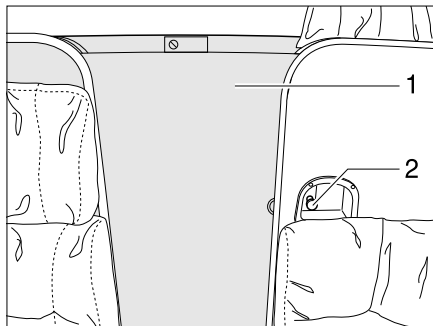
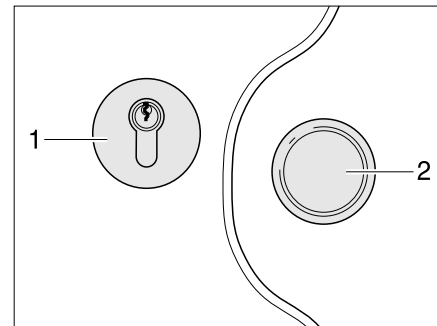

Bild 46 Fahrerhausabtrennung
Bild 47 Schloss Fahrerhaus
- Die Tür (Bild 46,1) entsichern und zuschieben.
- Den Griff (Bild 46,2) entgegen dem Uhrzeigersinn drehen, bis die Tür verriegelt ist.
- Den Griff (Bild 46,2) im Uhrzeigersinn drehen, bis die Tür entriegelt ist.
- Die Tür (Bild 46,1) aufschieben und sichern.
- Die Tür (Bild 46,1) entsichern und am Griff (Bild 47,2) zuschieben.
- Den Schlüssel in den Schließzylinder (Bild 47,1) stecken und im Uhrzeigersinn drehen, bis die Tür verriegelt ist.